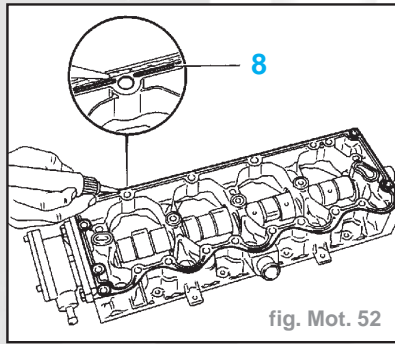

fig. Mot. 52
- Déposer un cordon de pâte à joint silicone catégorie 1 entre la rainure (8) et le bord extérieur du porte-arbre à cames (fig. Mot. 52).
- La rainure (8) récupère lors du serrage, l'excès de pâte à joint.